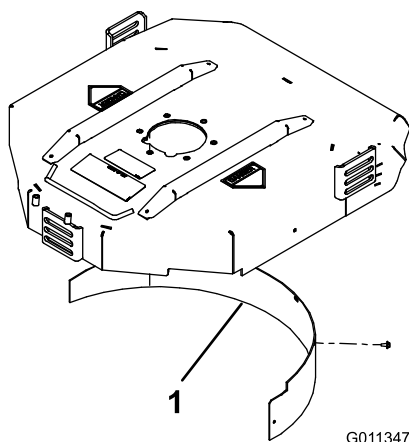

Figura 11
- Instale o abafador de mulch na abertura traseira e fixe-o com 5 parafusos com cabeça flangeada (Figura 11).